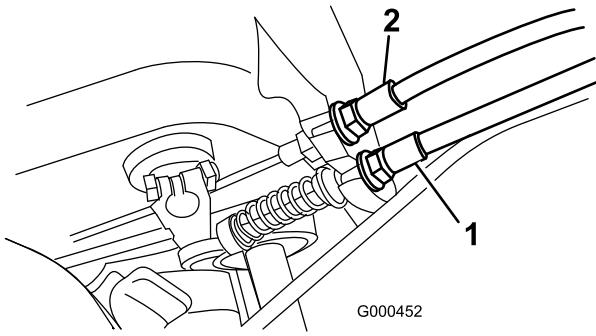

Figura 29
- Per aumentare la tensione del cavo allentate il controdado del cavo anteriore e serrate il controdado del cavo posteriore (Figura 29) finché non occorre una forza di 5–6,3 kg, per inserire il freno. La forza viene misurata al pomello della leva. Non regolate eccessivamente, perché la cinghia del freno potrebbe opporre resistenza.